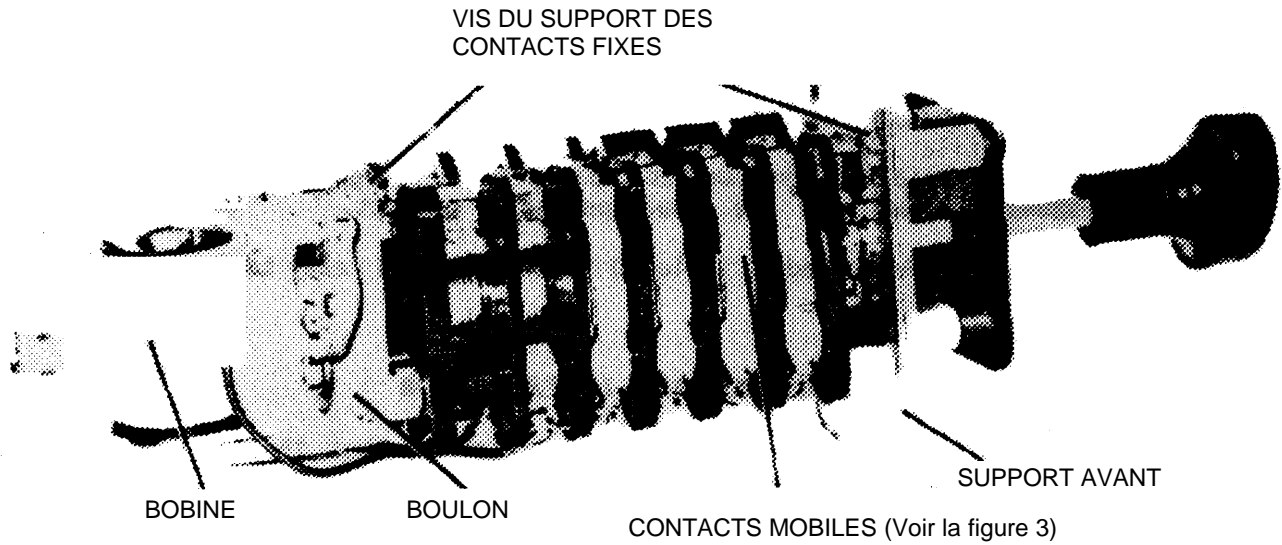

Figure 1. (8031895) Relais HEA61 à six contacts, en position déclenchée, sans le couvercle.
* La partie du relais où se trouvent les contacts se compose d'éléments du commutateur de commande et de transfert de type SB-1 (voir les figures 1 et 1A).